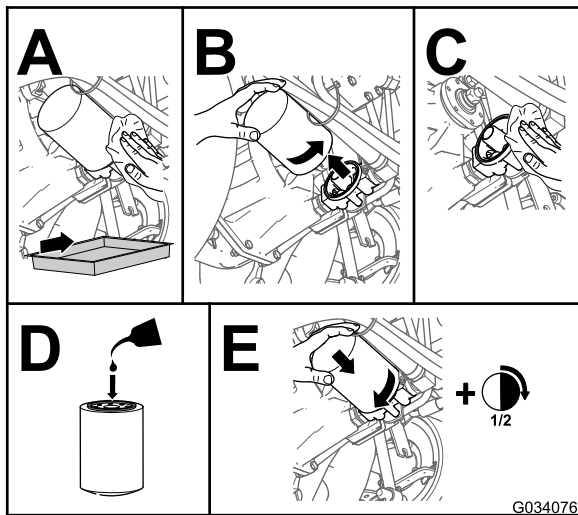

Figura 84
4. Cambie el filtro hidráulico (Figura 84).